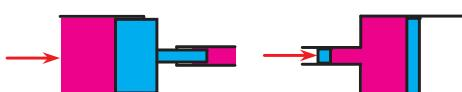

Рис. 1
2. В некоторых технических приспособлениях используют устройства, показанные на правом и левом рисунках (на рис. 1 слева поршень переменного сечения разделяет две жидкости, на рис. 1 справа жидкость в трубе переменного сечения занимает пространство между двумя поршнями разной площади). Одно из этих устройств можно назвать «мультипликатором давления», другое – «мультипликатором силы». Какое – как? Объясните, почему. В каких приспособлениях и как можно использовать «мультипликаторы» давления и силы?